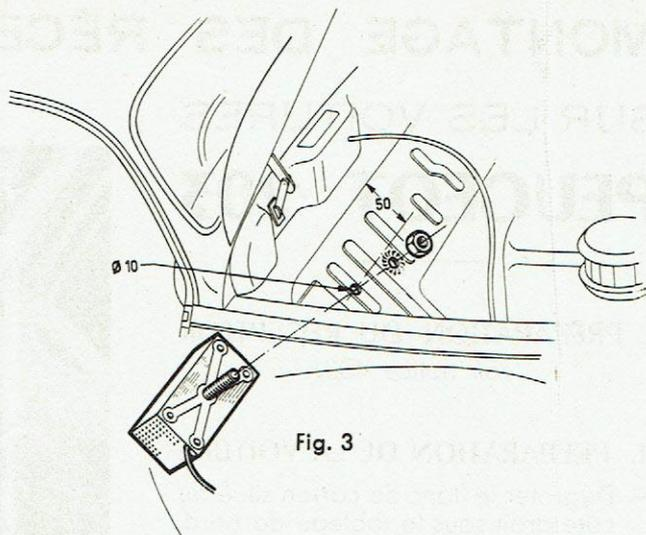

Fig. 3
- Il sera monté en dessous de la boîte à gants droite, sur la tôle de séparation (Fig. 3).